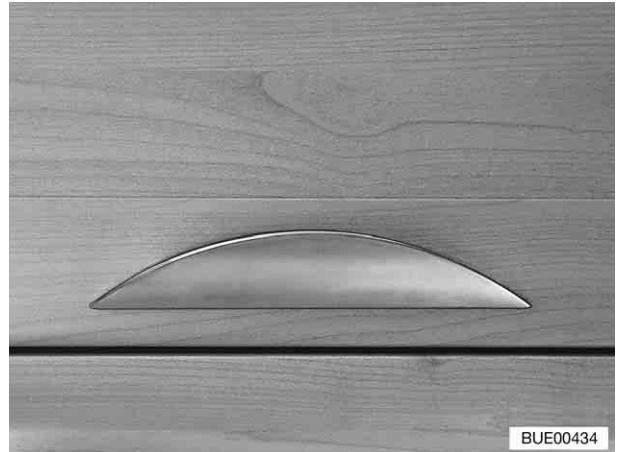

Fig. 29 Abattant de placard avec poignée
- Tirer sur la poignée (Fig. 29) jusqu'à ce que l'abattant de placard s'ouvre.